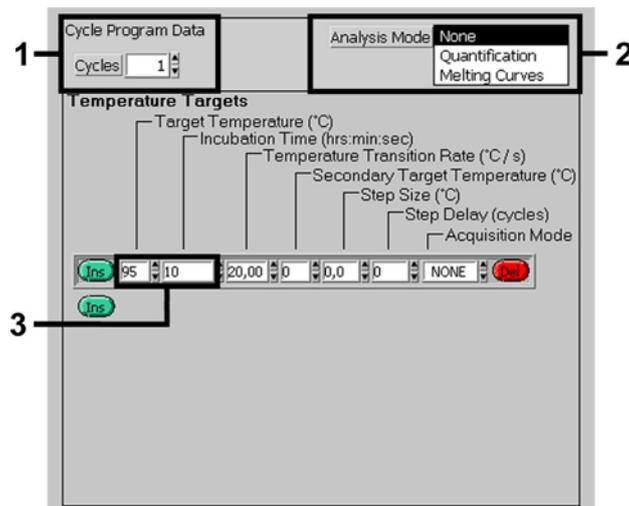

Fig. 3: Activación inicial de la enzima *hot-start*.
Para la detección del ADN del parvovirus B19, cree un perfil de temperatura en el instrumento *LightCycler* siguiendo los tres pasos indicados a continuación (consulte la Fig. 3- 5).
- A. Activación inicial de la enzima *hot-start* (arranque en caliente) Fig. 3